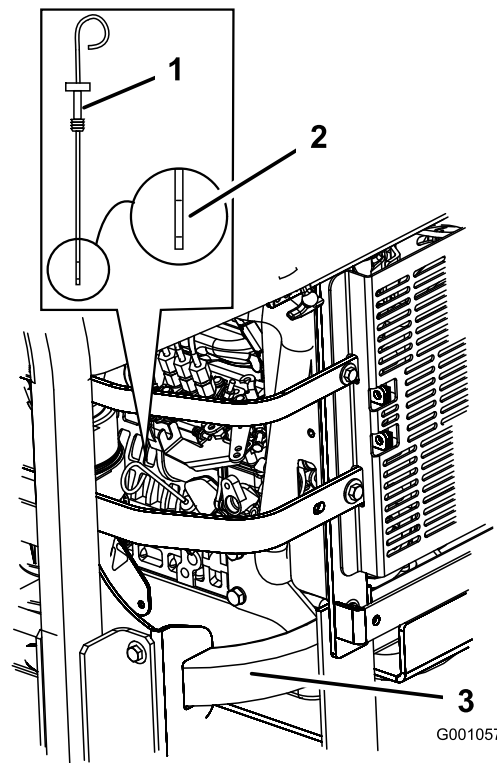

Figure 40
3. Nettoyez la surface autour de la jauge d'huile (Figure 40) pour éviter que des impuretés ne s'introduisent dans le goulot de remplissage, ce qui risquerait d'endommager le moteur.
4. Sortez la jauge d'huile et essuyez soigneusement l'extrémité métallique (Figure 40).
5. Enfoncez la jauge complètement dans le goulot de remplissage. Ressortez la jauge et examinez l'extrémité métallique (Figure 40). Si le niveau est bas, versez lentement une quantité d'huile suffisante dans le trou de remplissage pour amener le niveau au repère du plein.